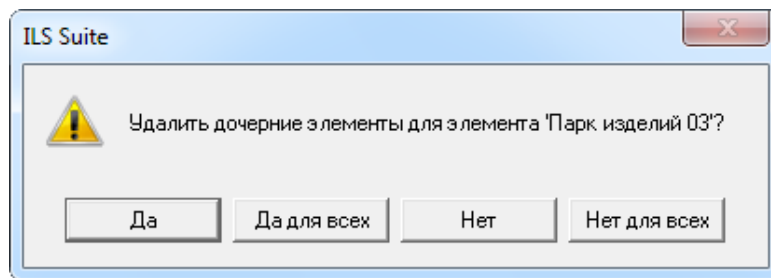

Рис. 19-9 – Вопрос об удалении дочерних элементов парка изделий из базы данных
6) Для отказа от удаления нажать «Нет». Для удаления нажать «Да». В этом случае появится диалоговое окно с вопросом, удалять ли дочерние элементы из базы данных (рис. 19-9).